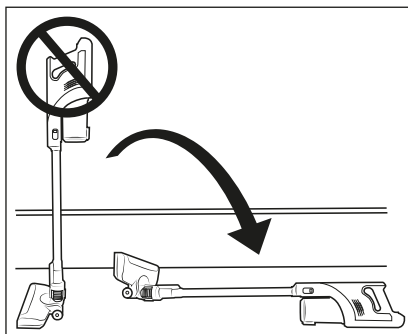

Fig. 9
- ▶ No deje la aspiradora en posición vertical cuando interrumpa el funcionamiento o quiera dejar de agarrarla, sino colóquela en el soporte mural **17** o póngala en el suelo en posición horizontal (consulte la fig. 9 y la 10). De lo contrario, podría caerse y dañarse debido a su alto centro de gravedad, así como potencialmente dañar otros objetos con su caída.